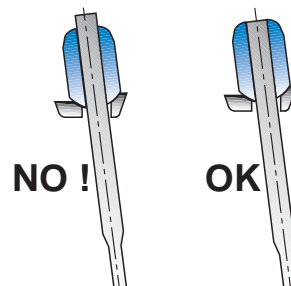

Fig. 46
- Tensionate uno ad uno tutti i raggi (sia sul lato destro, sia sul lato sinistro) avvitando i dadi fino a portare l'estremità del raggio a filo del fondo del dado (Fig. 46), controllando sempre che le piastrine rimangano in posizione corretta.
- Tension all the spokes one by one (on both RH and LH sides) by tightening the nuts until the end of the spoke is snug against the nut (Fig. 46), always making sure that the plates remain in the correct position.
- Alle Speiche nacheinander spannen (sowohl auf der rechten, wie auf der linken Seite) und dabei die Mutter so lange anziehen bis das Ende der Speiche bündig mit der Simfläche der Mutter abschließt (Abb. 46) und ständig überprüfen, ob die Plättchen weiter korrekt ausgerichtet bleiben.
- Tendez un à un tous les rayons (aussi bien sur le côté droit que sur le côté gauche) en vissant les écrous jusqu'à porter l'extrémité du rayon à ras du fond de l'écrou (Fig. 46), en contrôlant toujours que les plaquettes restent en position correcte.
• Tensar uno a uno todos los radios (tanto del lado derecho como del lado izquierdo), enroscando la tuerca hasta que el extremo del radio quede a ras del fondo de la tuerca (Fig. 46), controlando siempre que la placa permanezca en posición correcta.
• Span alle spaken één voor één door de moer aan te draaien totdat het einde van de spaak in de moer zit (fig. 46), controleer of de juiste richting staan.